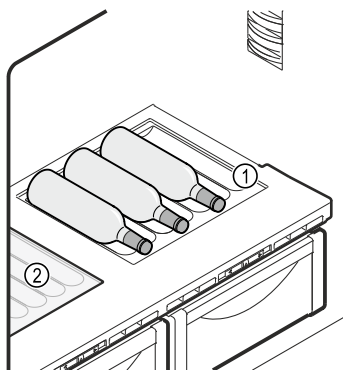

Fig. 128 Példaként szolgáló ábrázolás
- ▶ Helyezze az üveglapot Fig. 128 (2) a variálható palackfektető polc alá.